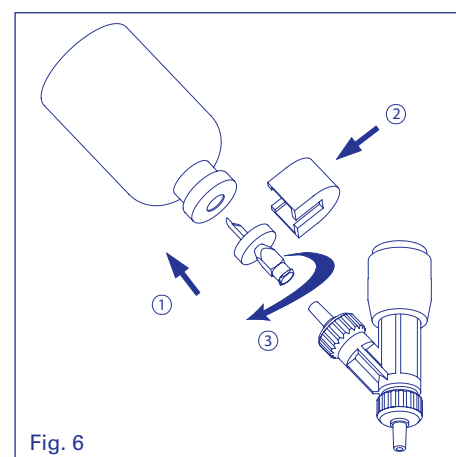

Fig. 6
For vaccine-type vial (Fig. 6), puncture rubber stopper with feed needle of optional vial holder (1) and slide bottle lock into place (2). Fix to male Luer intake valve cap (3). Prime before dispensing.
Flasche (Typ Impfstoff, Fig. 6): Gummistopfen mit der Sagnadel des Flaschenhalters (Zubehör) durchstechen (1) und Flaschenhalter-Schieber einführen (2). Flasche auf männliche Luer Ansaugventil-Kappe anschliessen (3). Vor Dosierung entlüften.
Flacons (type vaccin, Fig. 6): Percer le bouchon (1) avec l'aiguille du porte-flacon (accessoire) et glisser en place l'étrier (2). Connecter le flacon au capuchon Luer mâle de la soupape d'entrée (3). Amorcer avant le dosage.